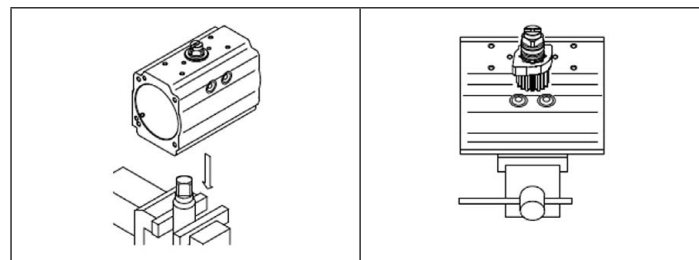

Fig. 13 : Montage des pistons
- Graisser et monter les joints toriques (pos. 16), les mâchoires de guidage (pos. 05) et les bandes de guidage (pos. 15) des pistons,
- Graisser la surface interne du corps (pos. 50) et les crémaillères des pistons (pos. 40),
- Mettre la douille de l'arbre (pos. 60) en place sur un accouplement suffisamment fixé,
- S'assurer que la came est dans la bonne position (voir Fig. 13 :),